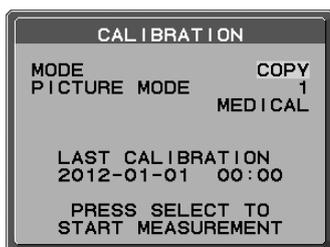

Figure C.3
3. Utilisez les touches « GAUCHE » et « DROITE » de l'écran B pour sélectionner le MODE « COPY » (COPIER) (Figure C.3).